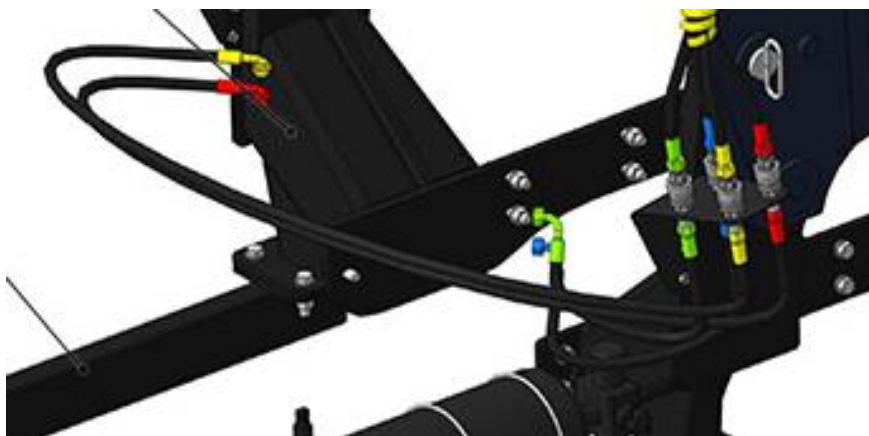

Рис. 1.19 – Подключение гидравлических соединений правой ноги стрелы VIP
Подключение гидросистемы правой ноги стрелы VIP представлено на рис. 1.19.
- подсоединить рукава к адаптерам (Basic, Standard, Robust) или БРС (VIP) установленным на балке поперечной (рис. 1.19);